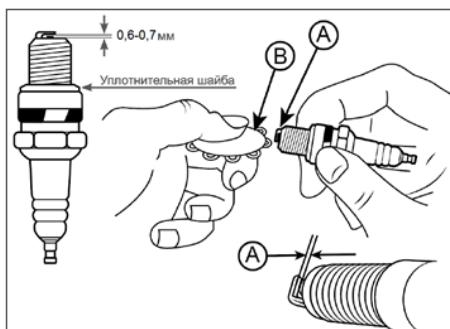

Рис. 7 Проверка зазора между электродами
- Измерьте зазор А между электродами свечи зажигания специальным щупом В. Зазор должен быть 0,6-0,7 мм (Рис. 7). При увеличении или уменьшении требуемого зазора рекомендуется заменить свечу, так как регулировка зазора может привести к изменению качества искрообразования.